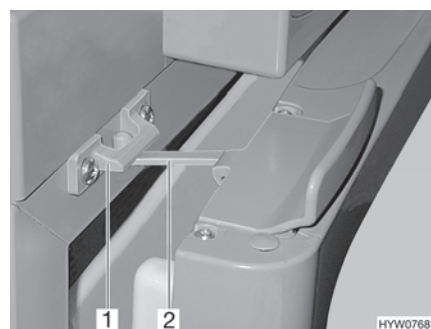

Fig. 108 Porte du réfrigérateur en position de ventilation (Thetford)
■ Ouvrir le verrouillage (Fig. 108,2) et l'enclencher dans le logement de verrouillage (Fig. 108,1). La porte du réfrigérateur reste ainsi légèrement ouverte.